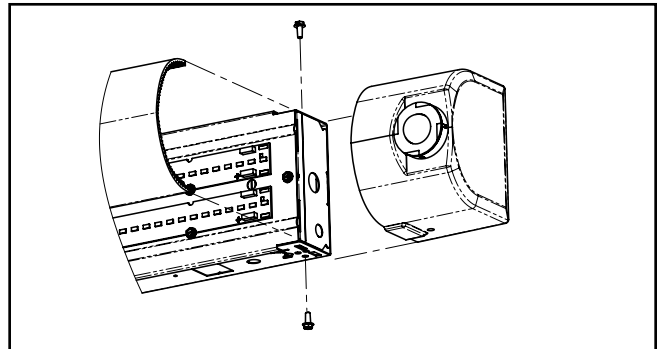

Figura 1.
2. Quite los 2 tornillos de cada tapa de extremo (Figura 1).